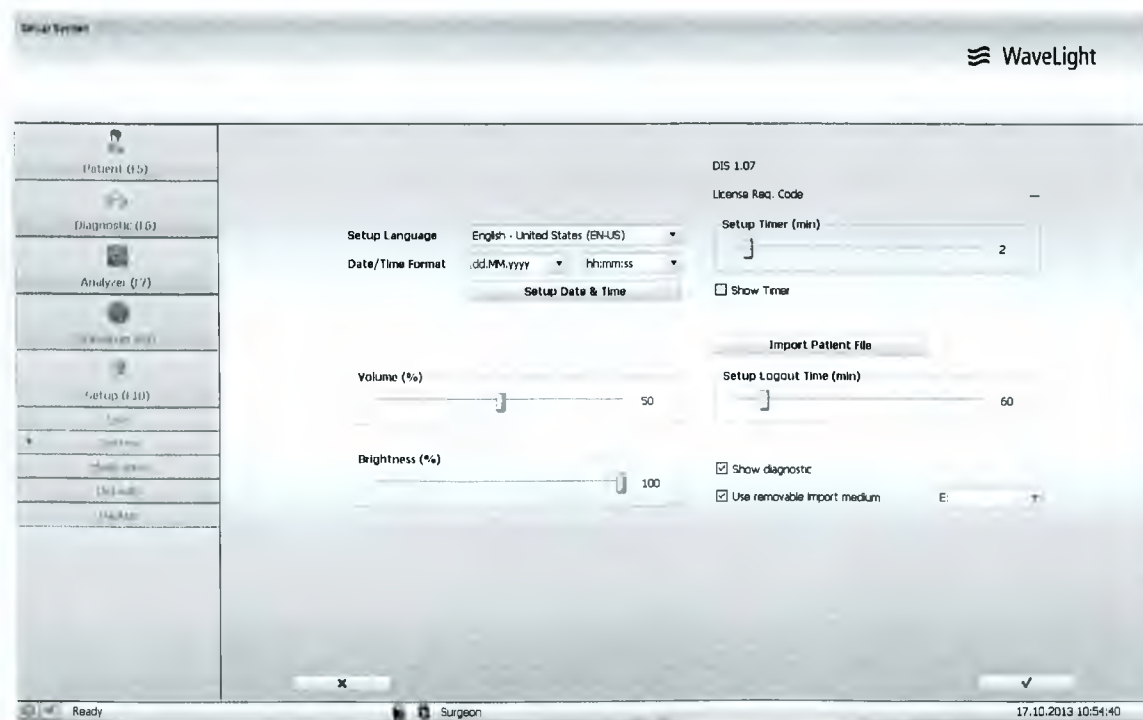

Рисунок 91: Настройка системы
- "Программное обеспечение портала базы данных" (Database Portal Software) предоставляет "Таймер" (Timer), который может быть включен и выключен с помощью окошка "Показать таймер" (Show Timer) (например, см. рис. 91 "Настройка системы" (System Setup) на странице 100)